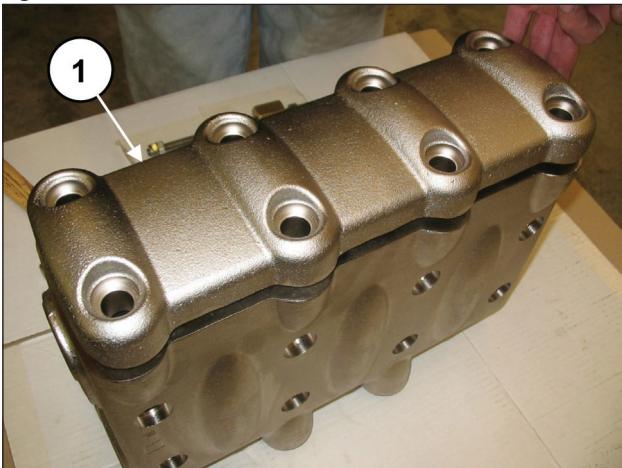
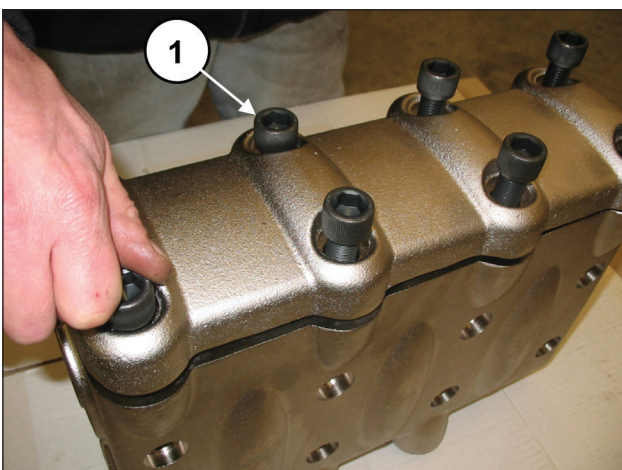

Fig. 115
Fig. 116
Depois de ter terminado com a montagem dos grupos da válvula e da tampa da válvula, aplique a cobertura da válvula (pos. ①, Fig. 115) e aperte os 8 parafusos M16x55 (pos. ①, Fig. 116).